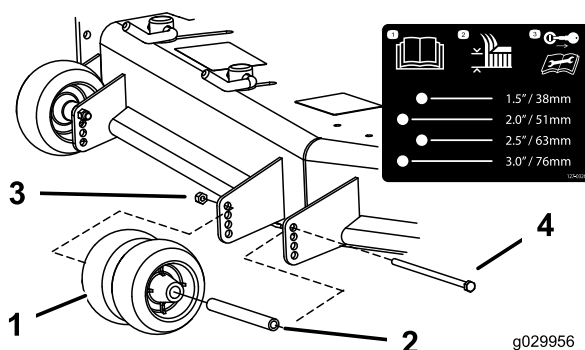
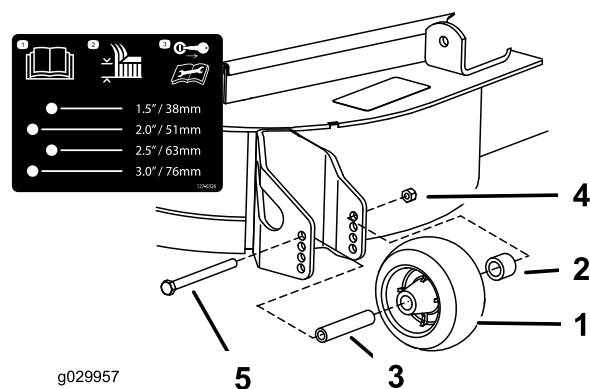
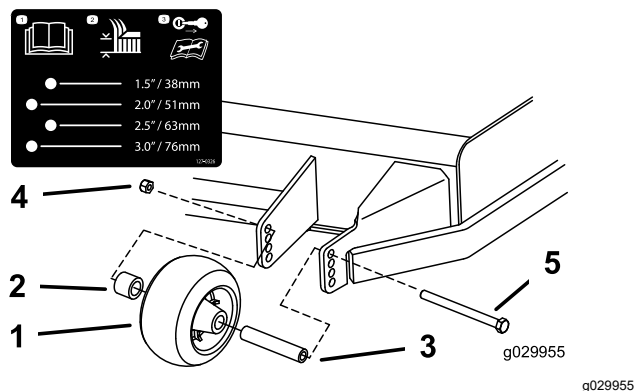

Figure 35
Figure 36
Figure 34
3. Réglez les galets anti-scalp comme montré à la Figure 34, la Figure 35 et la Figure 36.